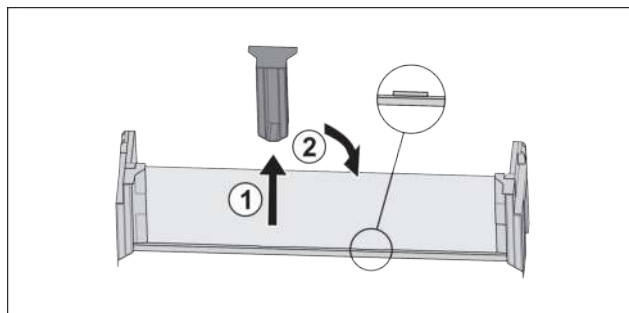

Fig. 98
- Mittleres Halteteil abziehen Fig. 98 (1).
- Mittleres Halteteil auf zweiter Position einsetzen Fig. 98 (2).